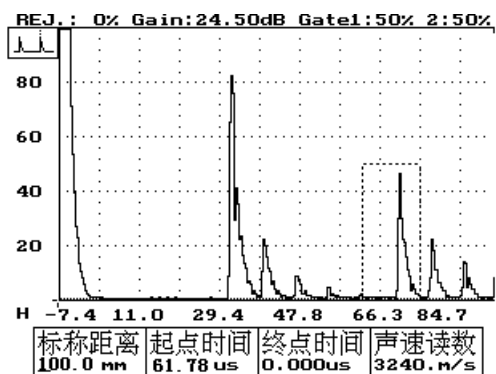

图 18-8
8、按波形键及方向键——使屏幕上出现被测工件的多次底面反射波（用纵波探头进行测试）或者被测圆弧的两次反射波（用横波探头进行测试）。同时使反射波的波高达到一定幅度。如图 18-8 所示（以纵波探头测试为例）。
- 1 7、按波形键及方向键——使屏幕上出现被测工件的多次底面反射波(用纵波探头进行测试)或者被测圆弧的两次反射波(用横波探头进行测试)。同时使反射波的波高达到一定幅度。如图 18-8 所示(以纵波探头测试为例)。